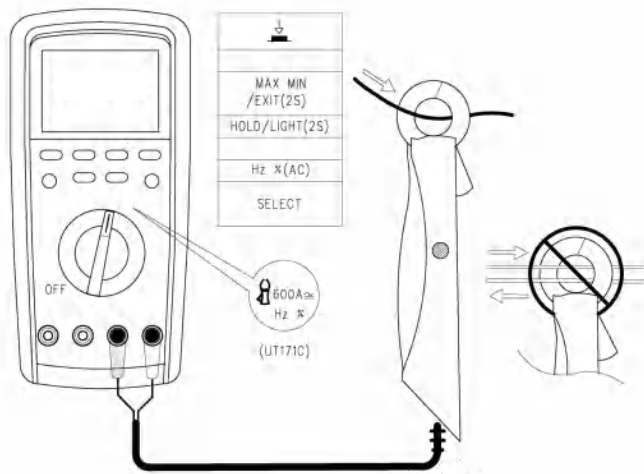

图11
9. 60A/600A外挂电流卡钳测量(见图11)
按RANGE键进行60A/600A量程切换，SELECT选择交直流电流卡钳测量(见图11)，用附件配置的电流卡钳，按图示连接进行测量。